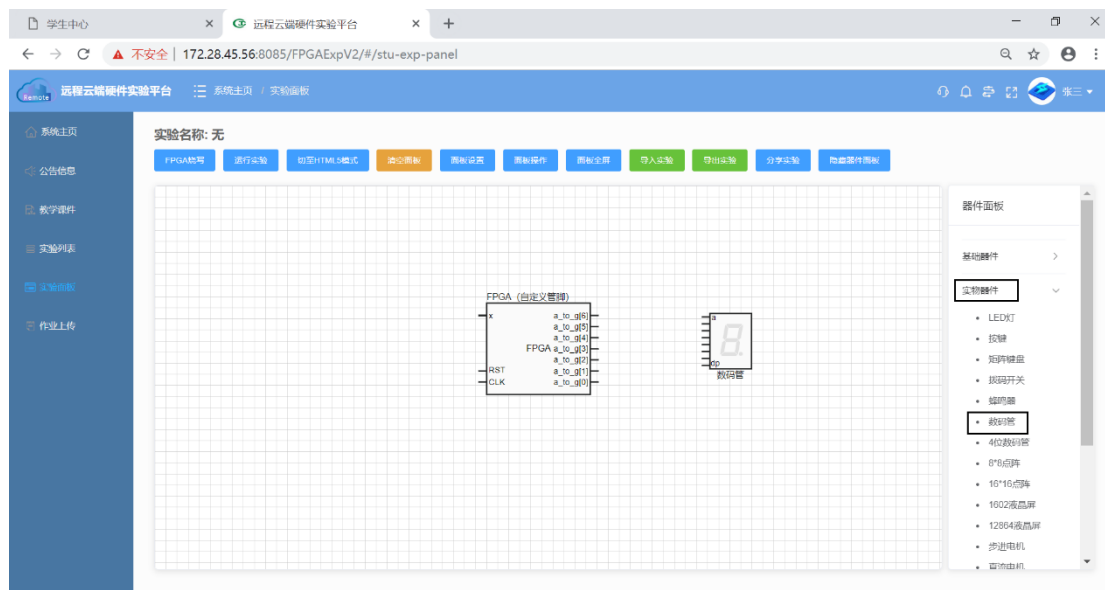

图 1-43 添加七段数码管
(1). 从右侧“实物理器件”中，拖拽一个“数码管”器件进入实验图纸，如图 1-43 所示。